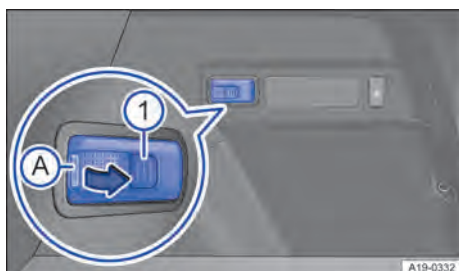

Fig. 199 No compartimento de bagagem, à direita: lanterna removível.
Dependendo da versão, há uma lanterna removível do compartimento de bagagem num suporte no compartimento de bagagem → Fig. 199.
- Segurar a lanterna removível pela área → Fig. 199 A.
- Para ligar, pressionar o botão → Fig. 199 ❶. A lanterna ilumina com intensidade luminosa total.
- Dependendo do modelo, pressionar novamente o botão → Fig. 199 ❶ para regular 50 % da intensidade luminosa.
- Pressionar novamente o botão → Fig. 199 ❶ para desligar a lanterna removível.
Desligar a lanterna removível e pressionar para dentro do suporte de fixação no sentido da seta → Fig. 199.
- Alavancar para fora a cobertura das baterias com um objeto estreito, abaixo da área → Fig. 199 A.